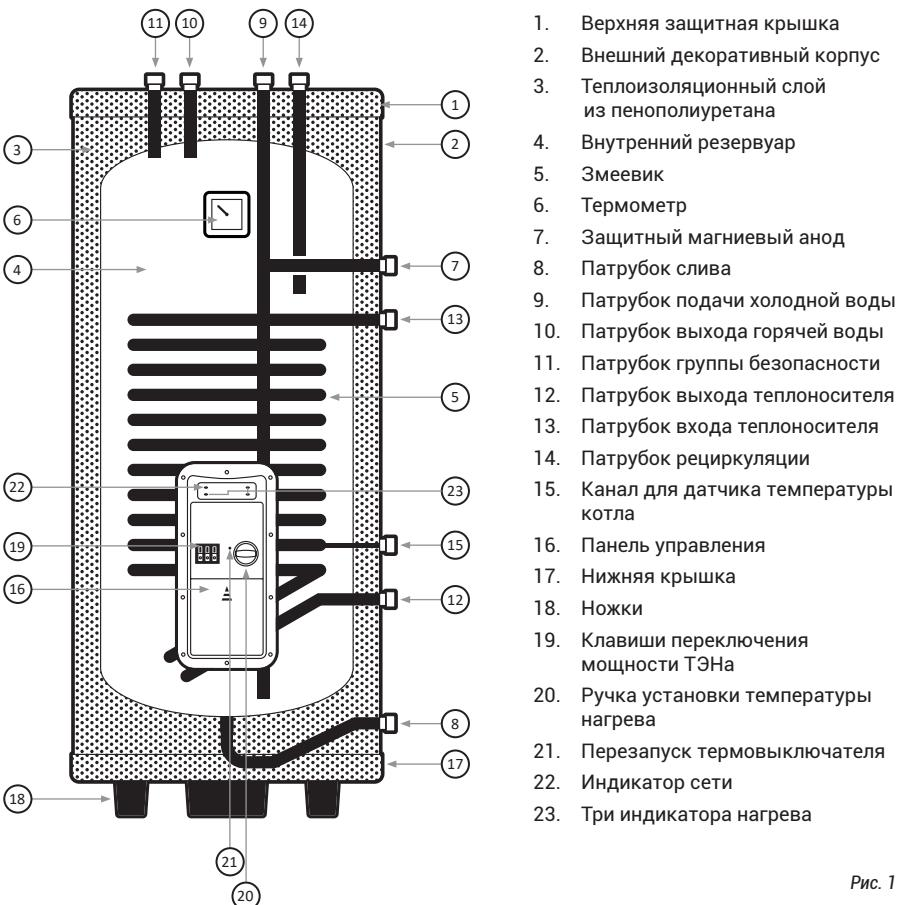

Рис. 1
На Рис. 1 представлено устройство водонагревателя серии HRI с одним спиральным змеевиком.
- На вход холодной воды рекомендуется установить фильтр (для предотвращения попадания грязи и ржавчины в водонагреватель и корректной работы предохранительного клапана существует группа безопасности, которая устанавливается на патрубок, расположенный в верхней части водонагревателя) (Рис. 1. п. 11).
4. На входной патрубок обозначенный голубым цветом (Рис. 1. п. 9) и стрелкой направления течения воды накрутите предохранительный клапан так, чтобы течение воды совпадало с направлением стрелки на корпусе клапана. На отверстие сброса давления предохранительного клапана оденьте дренажную трубку для отвода воды (возможно появление при нагревании) в канализацию.
6. К выходному патрубку, обозначенному красным цветом (Рис. 1. п. 10), подсоединить желаемое количество точек потребления.
7. Установить группу безопасности на патрубке (Рис. 1. п. 11).
Для непосредственного слива воды из внутреннего бака на приборе предусмотрен сливной патрубок (Рис. 1. п. 8).